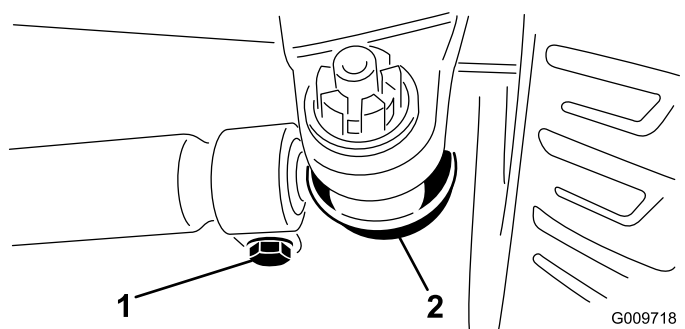

図 48
2. 調整が必要な場合は、タイロッドのボールジョイントのコッターピンとナットを外す 図 48。次に、タイロッドのボールジョイントをアクスルケースのサポートから外す。
3. タイロッド両側のクランプをゆるめる 図 48。